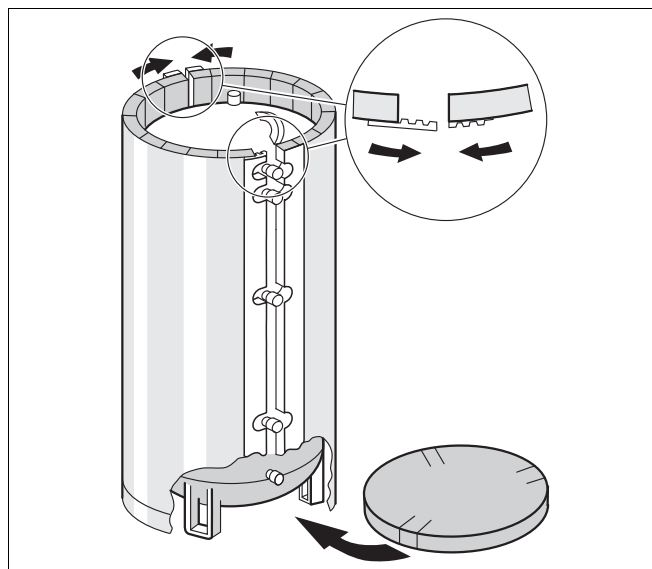

Рис.9 Монтаж теплоизоляции (схематичное изображение)
- ▶ Уложите теплоизоляционные маты на корпус бака так, чтобы отверстия в теплоизоляции совпали со штуцерами бака (рис. 9).
- ▶ Сначала соедините теплоизоляцию на задней стороне бака (сторона подключений) согласно выноске на рис. 9.